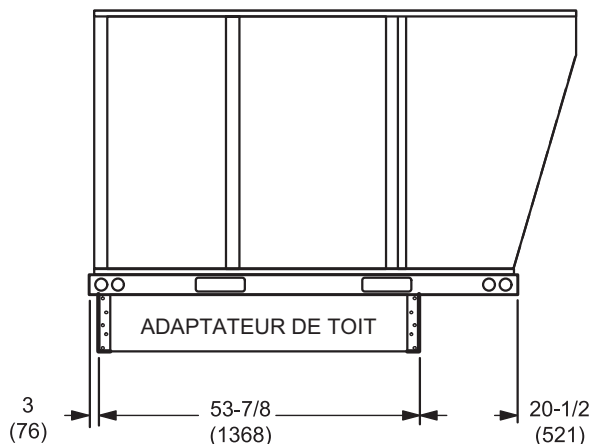

FIGURE 2
- 6 - Les unités 092-120 dépasseront du châssis de montage sur toit, comme indiqué à la FIGURE 2.